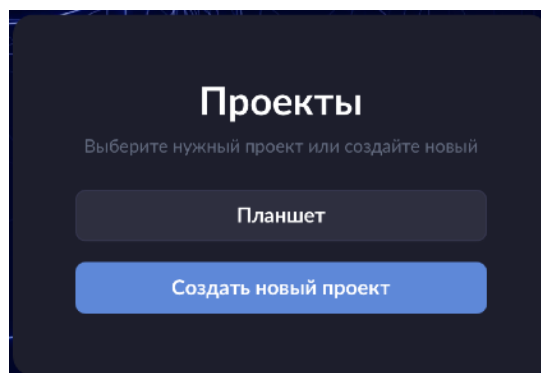

Рисунок 11 — Выбор проекта на платформе
2. После успешного входа отображается список доступных проектов (Рисунок 11). Выбрать проект, соответствующий поверяемому комплексу.